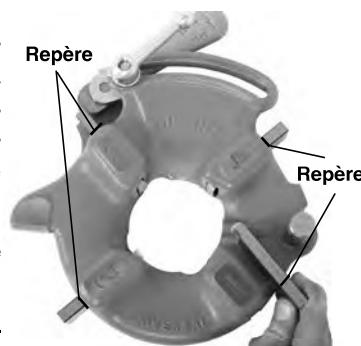

Figure 5 – Insertion des filières
4. Dégarez la languette de la rondelle de la barre graduée, puis amenez la rondelle jusqu'en fin de course (Figure 5).
6. Insérez les filières appropriées dans la tête de filière avec leur chiffre en haut jusqu'à ce que leur repère arrive à fleur de la tête (Figure 5). Les chiffres estampés sur les filières doivent correspondre à ceux des logements de la tête. Les filières doivent toujours être remplacées au complet. Ne jamais mélanger des filières issues de différents jeux.